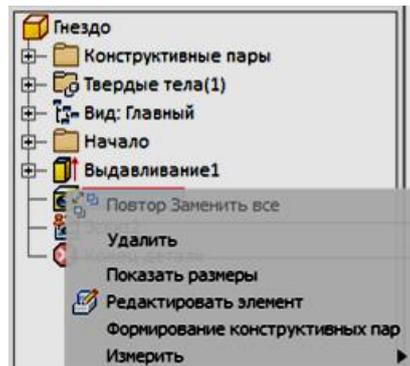

Рис. 4.13. Удаление отверстия с помощью браузера
2. Выберите в «*Браузере*» элемент «*Отверстие*», нажмите ПКМ (правая кнопка мыши) и в плавающем меню нажмите на кнопку «*Удалить*» (рис. 4.13).